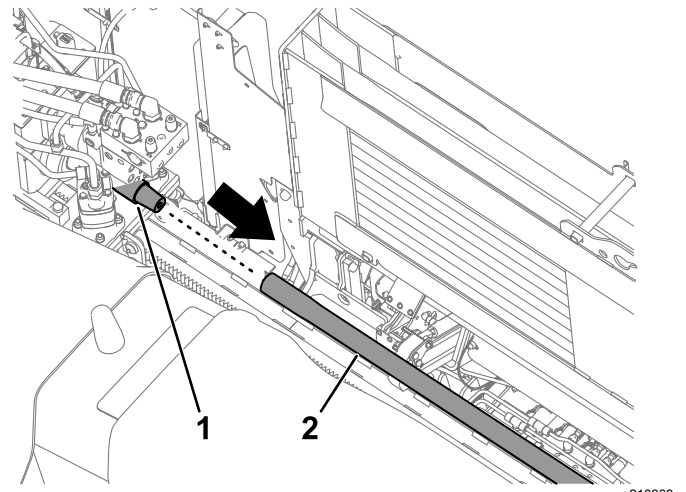

Figura 65
7. Active el bloqueo remoto, gire el husillo de perforación en sentido horario y mueva el carro lentamente hacia adelante para introducir el husillo en el extremo hembra del tubo (Figura 65).
9. Gire el husillo de perforación en sentido horario y mueva el carro lentamente hacia adelante para introducir el husillo en el extremo hembra del tubo (Figura 65).